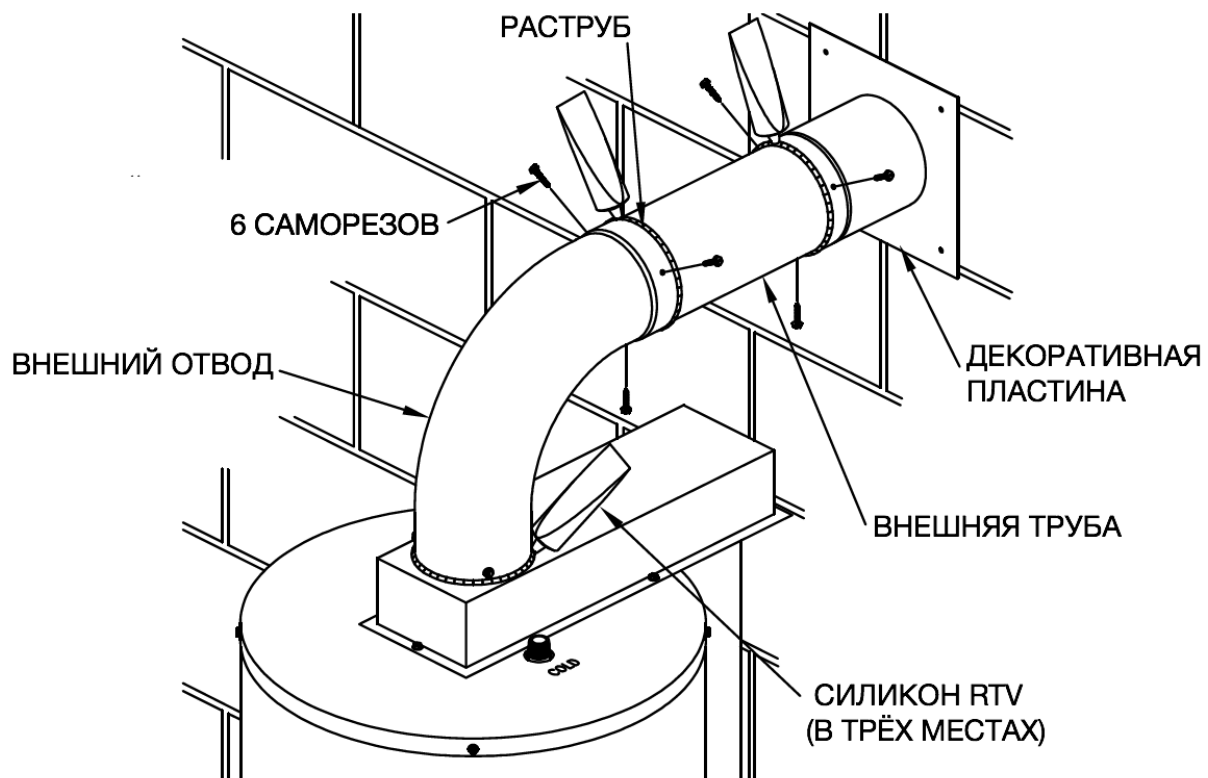

Рисунок 25
11. Со стороны помещения надвиньте декоративную пластину на внешнюю трубу до стены. Свободный конец внешней трубы вставьте в раструб отвода. Сверлом 3 мм просверлите три равноудалённых друг от друга отверстия по окружности трубы. Закрепите трубу в отводе тремя саморезами. Затем таким же способом зафиксируйте участки трубы между собой. Прилагаемым силиконом тщательно загерметизируйте места соединения (Рисунок 25).